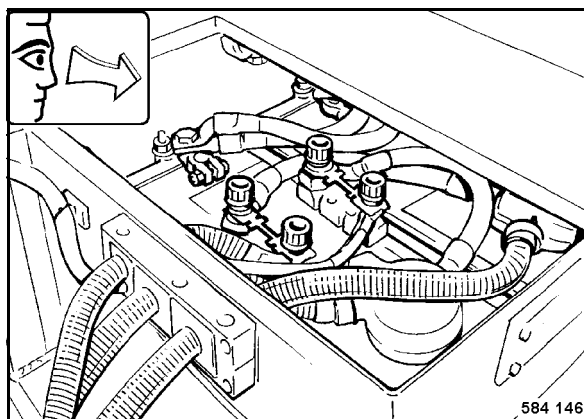

Fig. 169
- Desmontar las baterías (Fig. 169) y limpiar el compartimento de las baterías.